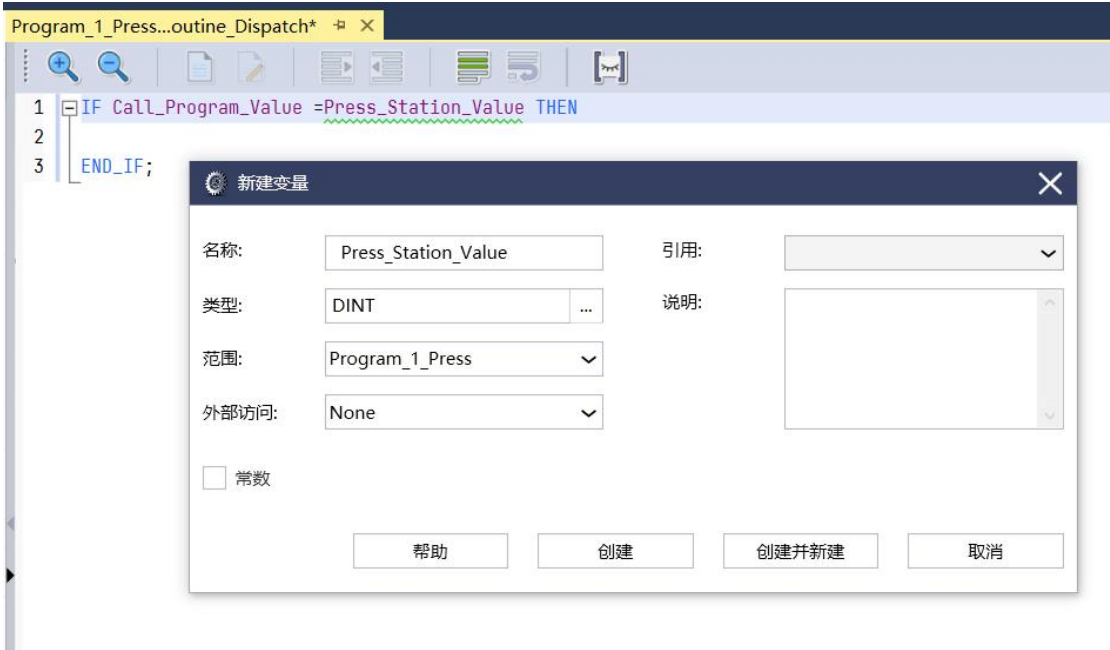

图 1-26 判断操作数为变量
22. 判断条件如果不使用立即数 1 的话，也可以使用变量，如图 1-26 所示，右键新建变量，并设其初始值为 1。